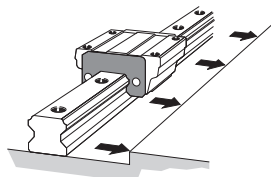

图7 将基准面对上LM轨道
- (2) 将LM轨道轻轻地放置于底座上后,不完全锁紧装配螺栓使LM轨道与安装面轻轻地靠紧。(底座的横向基准面要与LM轨道有标记线的一侧对上。)(图7)